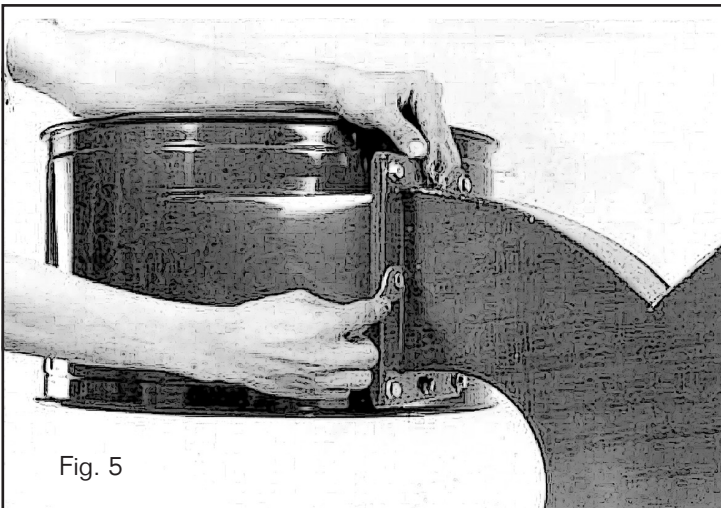

Fig. 5
A continuación instale los dos colectores (C) y dos juntas (I) a la salida como se muestra en la Fig. 5